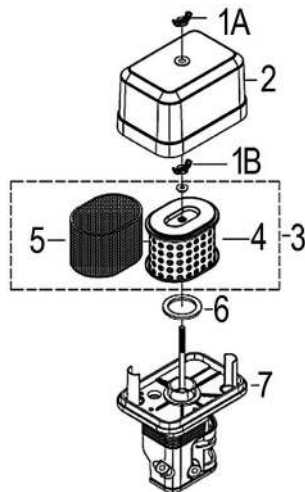

Рис. 22 Обслуживание воздушного фильтра
1. Открутите барашковую гайку 1А и снимите крышку 2 воздушного фильтра (Рис. 22).
2. Открутите барашковую гайку 1В и извлеките из корпуса воздушный фильтр 3 в сборе (Рис. 22).
3. Проверьте целостность и чистоту фильтрующих элементов. Поролоновый (предварительный) фильтрующий элемент 5 установлен на корпусе бумажного фильтрующего элемента 4 (Рис. 22).
4. При незначительном загрязнении промойте поролоновый фильтрующий элемент 5 (Рис. 22) теплым мыльным раствором и просушите. Поврежденный или сильно загрязненный поролоновый фильтрующий элемент замените.
5. Произведите очистку корпуса 7 и крышки 2 воздушного фильтра, не допуская попадания пыли и грязи в воздухопровод, ведущий к карбюратору (Рис. 22).
7. Перед установкой воздушного фильтра убедитесь, что уплотнительное кольцо 6 воздушного фильтра находится на месте и не имеет повреждений (Рис. 22).